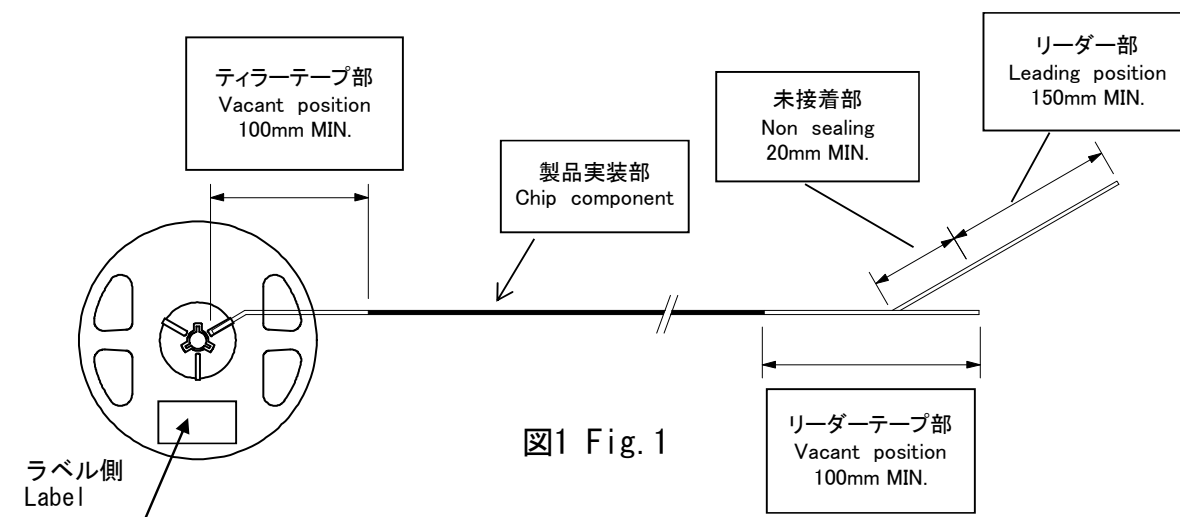

図1 Fig. 1
6.4. テーピングの巻き状態 Taping method ..... 図1 に依る。 Fig.1